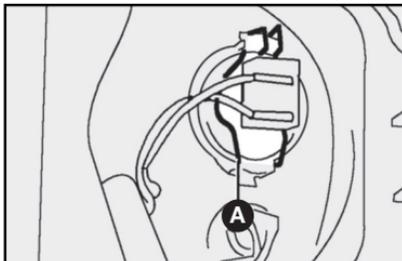

fig. 27
3) quitar el portalámparas presionando las presillas **A-fig. 27** abriendolas lateralmente;